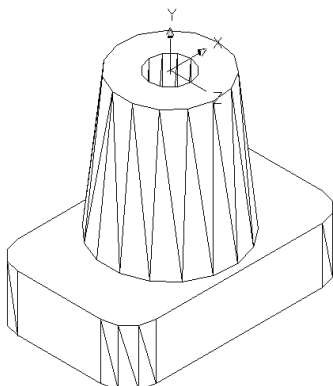

Рис. 11.27
16. Установлюємо ПСК паралельно головному вигляду деталі (рис. 11.27). Змінюємо систему координат, спочатку перемістивши її початок у центр зрізаного конуса, потім обернувши її
У результаті цих дій система координат буде розташована так, як це показано на рис. 11.27. Додамо, що був продемонстрований один з варіантів перенесення і розташування системи координат бажаним чином. Читач може зробити це й іншим шляхом.